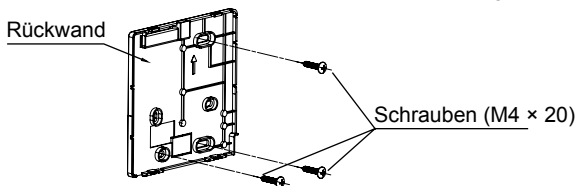

Abb. 3-3
- Zur freiliegenden Montage befestigen Sie die Rückwand mit den 3 Schrauben (M4 × 20) und den Steckern an der Wand. (Fig.3-3)